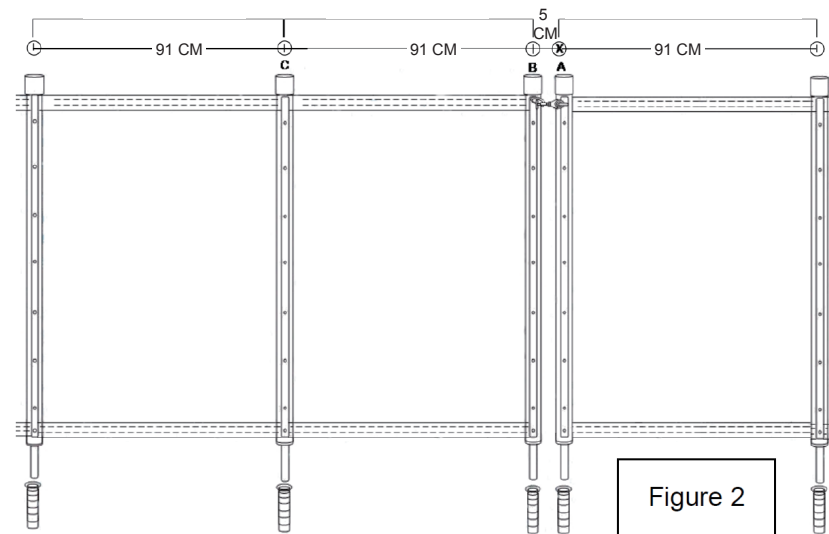

Figure 2
4. Fahren Sie mit dem gesamten Pool fort und bohren Sie alle Löcher mithilfe der Bohrschablone. Platzieren Sie das auf der Bohrschablone markierte Loch „B“ über dem zuletzt gebohrten Loch. (siehe Abbildung 2), dann bohren Sie durch das Loch „C“. Wiederholen Sie diesen Schritt alle 3,7 M (oder am Ende jeder Zauneinheit). Sie müssen auch das Loch „A“ durchbohren, um die Stange der neuen Zauneinheit aufzunehmen.